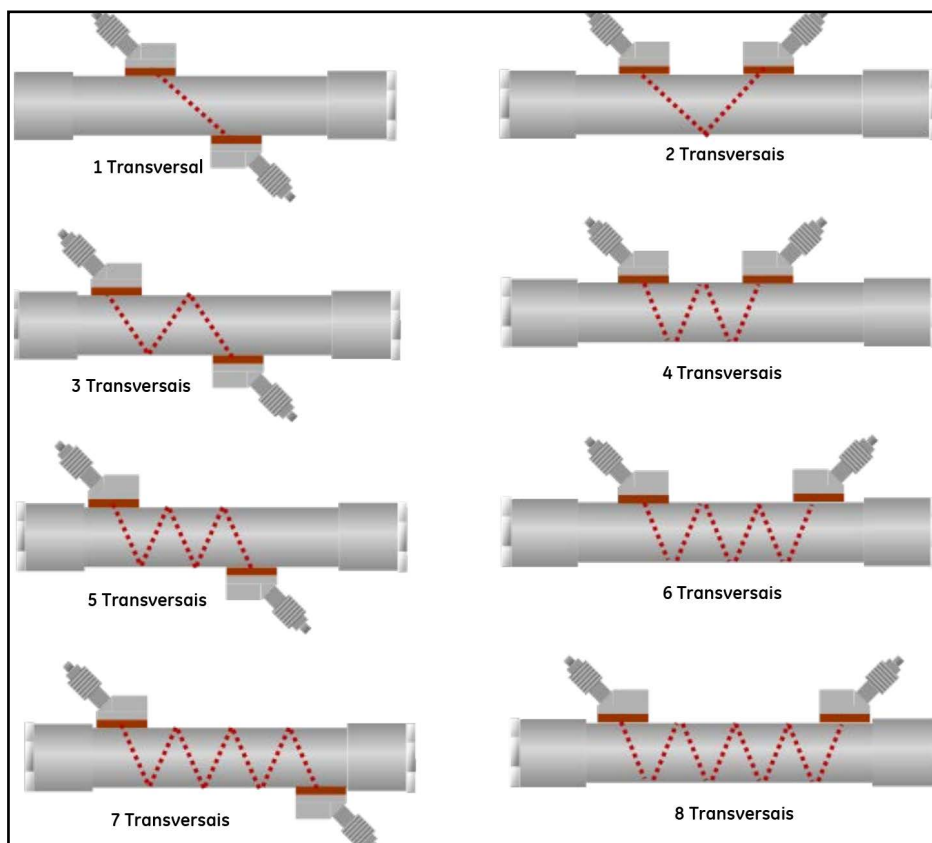

Figura 48: Configurações de Travessia
2. Programe o **[N.º de Travessias]** com base na configuração de instalação do seu transdutor e no transdutor. Consulte *Figura 48* para possíveis configurações de travessias suportadas pelo medidor. Normalmente, uma instalação de duas travessias é utilizada.